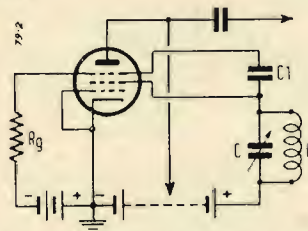

Fig. 2. - Circuito oscillante a resistenza negativa: *transitron*.
In fig. 2 la resistenza negativa si produce in virtù del fatto che se alla griglia soppressore di un pentodo si applica una tensione di polarizzazione negativa, gli elettroni che normalmente passerebbero per il soppressore verso la placca, sono diverti alla griglia schermo, aumentando la corrente di griglia schermo ed invertendo l'azione normale della vavola. Tale circuito viene chiamato *transitron*; il loro impiego è riservato a certi strumenti di misura. (GC)